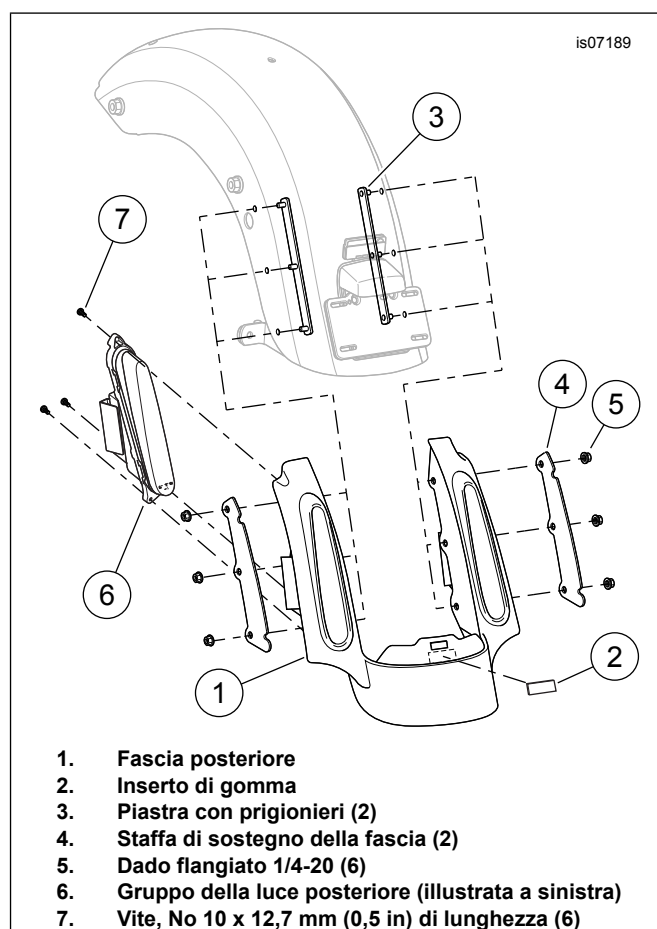
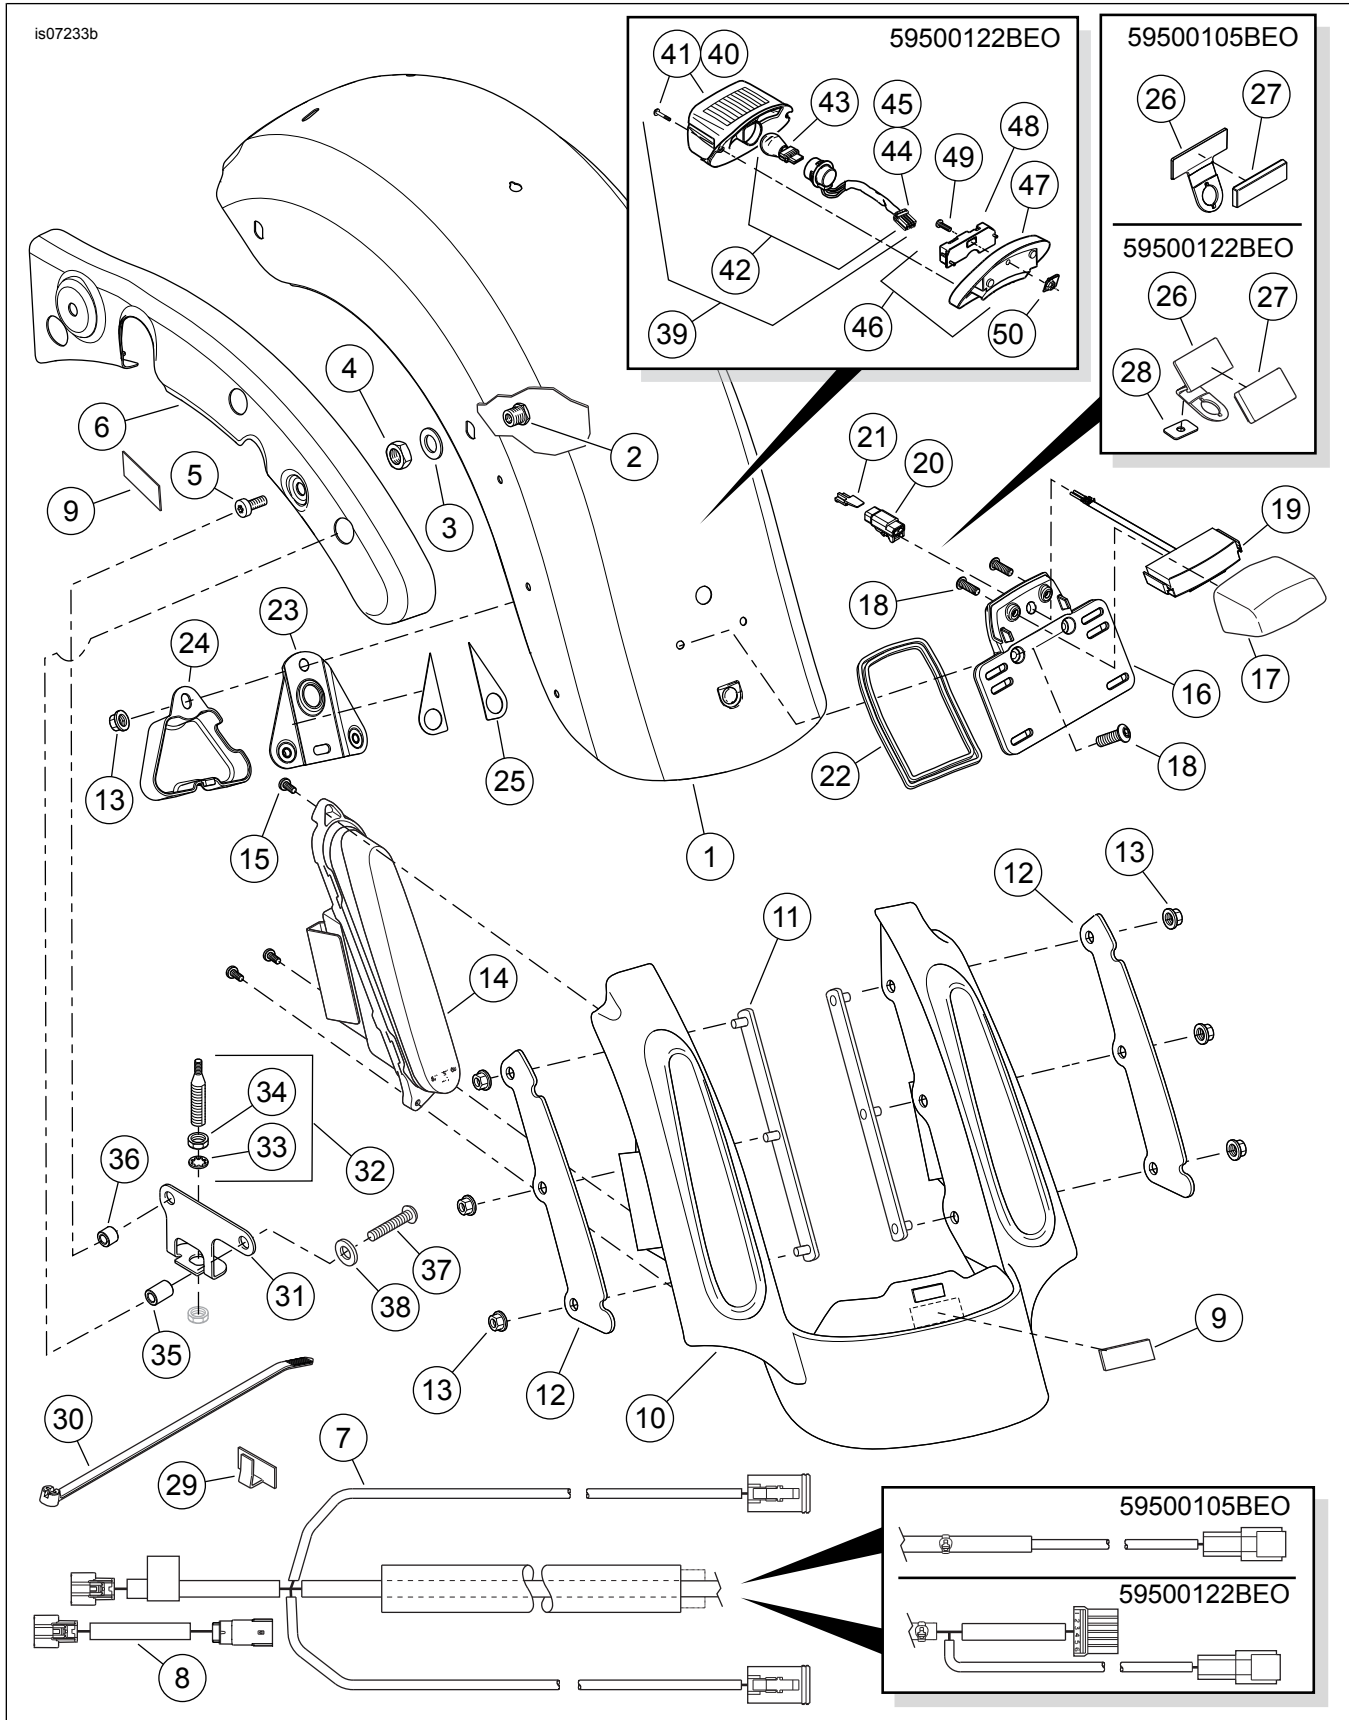

Figura 5. Installazione della fascia posteriore
Figura 6. Parti di ricambio, kit di parafango posteriore tipo FL Touring CVO
2. Vedere Figura 5. Rimuovere il rivestimento dalla parte posteriore adesiva dell'inserto in gomma da 44 x 19 x 1 mm (x in) (2). Posizionare l'inserto nella parte centrale della fascia (1), sotto la fessura, come illustrato. Spingerla saldamente al suo posto.
3. Posizionare la fascia sotto il bordo posteriore del parafango, allineando i tre fori su ciascun lato della fascia ai corrispondenti fori nel parafango. Dalla parte inferiore del parafango, inserire i tre prigionieri di una piastra con prigionieri (3) attraverso i fori nel parafango e della fascia su un lato.
1. Vedere Figura 6. Scollegare il cavo dell'antenna dal gruppo base dell'antenna.
6. Predisporre la nuova staffa dell'antenna (31), i nuovi distanziali (35 e 36), le nuove viti (37), le nuove rondelle piatte (38) e la nuova base dell'antenna (31).
7. Posizionare la staffa dell'antenna vicino ai sostegni del parafango, come illustrato nella Figura 5, quindi fissare la staffa ai sostegni del parafango:
- a. Montare la rondella sottile (38) sulle filettature.
- c. Fare scorrere i distanziali nelle filettature presenti in tutta la staffa. Annotare la lunghezza dei distanziali. Fare riferimento alla Figura 5.
8. Installare la rondella di sicurezza a denti interni (33) presente nel kit sulle filettature più grandi della base dell'antenna (32), sotto il dado esagonale superiore (34). Inserire la base dell'antenna attraverso il foro nella staffa di montaggio dell'antenna.
9. Installare il secondo dado esagonale (34) sulla filettatura della base dell'antenna. Posizionare una chiave sul dado superiore e stringere il dado inferiore a una coppia 8 N·m (6 ft-lbs).
12. Avvitare il gruppo dell'alberino dell'antenna sulla base dell'antenna (31).
2. Vedere Figura 6. Predisporre dal kit quattro viti di montaggio (5) per parafango da 5/16-18 x 25,4 mm (1 in) di lunghezza. Installare senza stringere troppo una vite attraverso il longherone posteriore del telaio nella borchia di montaggio in posizione più arretrata del parafango.
9. **Modelli FLHTCU/SE:** installare i coperchi cromati del sostegno del parafrangente rimossi precedentemente. **TUTTI i modelli TRANNE FLHTCU/SE:** vedere Figura 6. Installare i coperchi del sostegno del parafrangente con verniciatura finale (6) presi dal kit.